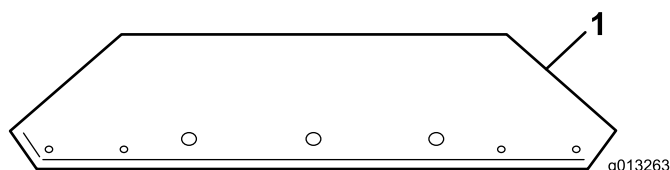
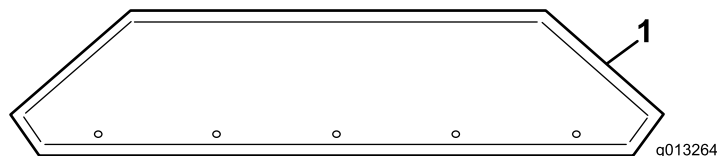

Figura 10
Figura 11
- Estraete le prolunghie della tramoggia dalla scatola e individuate l'anteriore e la posteriore (Figura 10 e Figura 11).